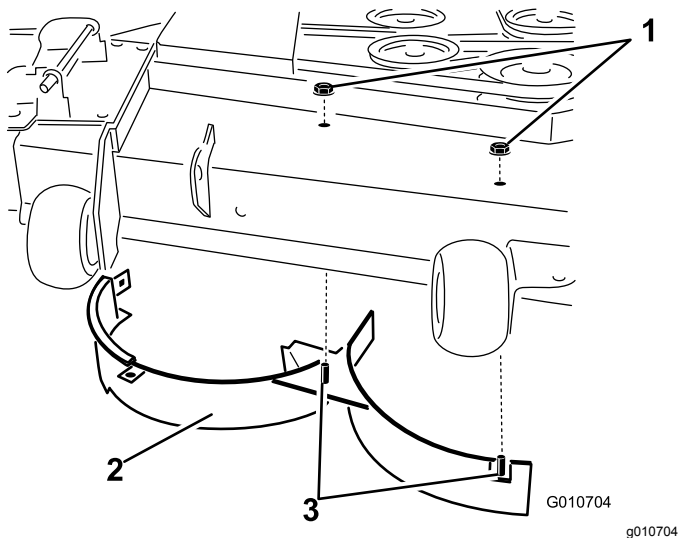

Figura 35
11. Retire las dos contratuercas (5/16") que sujetan las clavijas soldadas del deflector derecho a la parte superior de la carcasa de corte en las posiciones centro y centro derecha (Figura 35).
12. Retire el perno de cuello cuadrado y la contratuerca que sujetan el deflector derecho a la parte superior de la carcasa de corte. Retire el deflector derecho de la carcasa de corte (Figura 35).